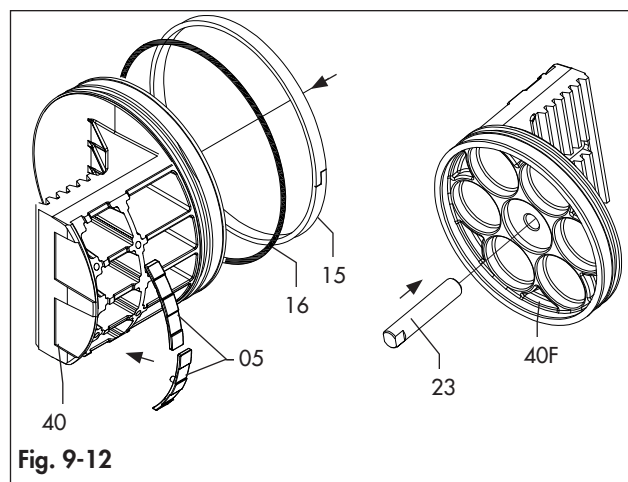
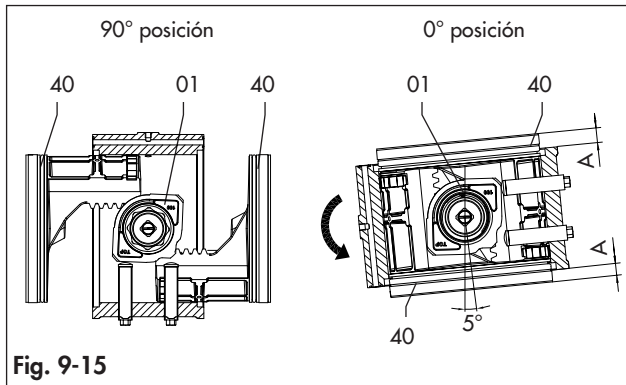

Fig. 9-12
Fig. 9-15
Consulte la fig. 9-1 y de la fig. 9-12 a la fig. 9-15.
- Introduzca y presione los dos pistones (40) a la vez dentro del cuerpo (50) hasta que los pistones queden encajados.
- A continuación, gire el cuerpo (50) en sentido contrario al de las agujas del reloj desde la vista superior hasta completar la carrera.
- Con los pistones completamente cerrados (posición 0°), de acuerdo con la fig. 9-15, en relación con el eje del cuerpo, la rotación obtenida debe oscilar entre 0° y 5°.
- Con los pistones en posición cerrada (posición 0°), de acuerdo con la fig. 9-15 la dimensión "A" debe ser la misma en los dos lados.
- Apriete o desenrosque los tornillos (23) para empujar los pistones hacia la posición 0° (fig. 9-15).
- Lubrique y ponga las juntas tóricas (11F) encima de los tornillos (23).
- Fije los tornillos (23) en su posición apretando las tuercas (04F) y las arandelas (03F).
- Con el actuador en posición cerrada (posición 0°) consulte la fig. 9-15 en relación con la posición de los pistones, enrosque o desenrosque el tornillo tope derecho (02) dando 1 cada vez hasta alcanzar la posición de parada deseada. En caso de actuador de simple efecto puede ser necesario un suministro neumático.